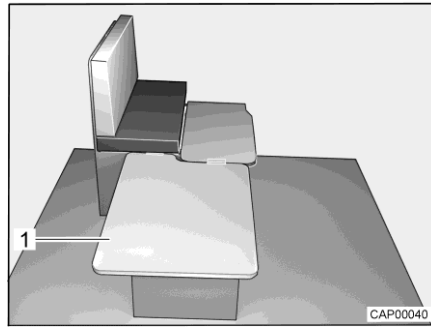

Bild 51 Under ombyggnaden
- Häng på stödplatta (Bild 51,1) sidledes på sittbänken och lägg på bordet.